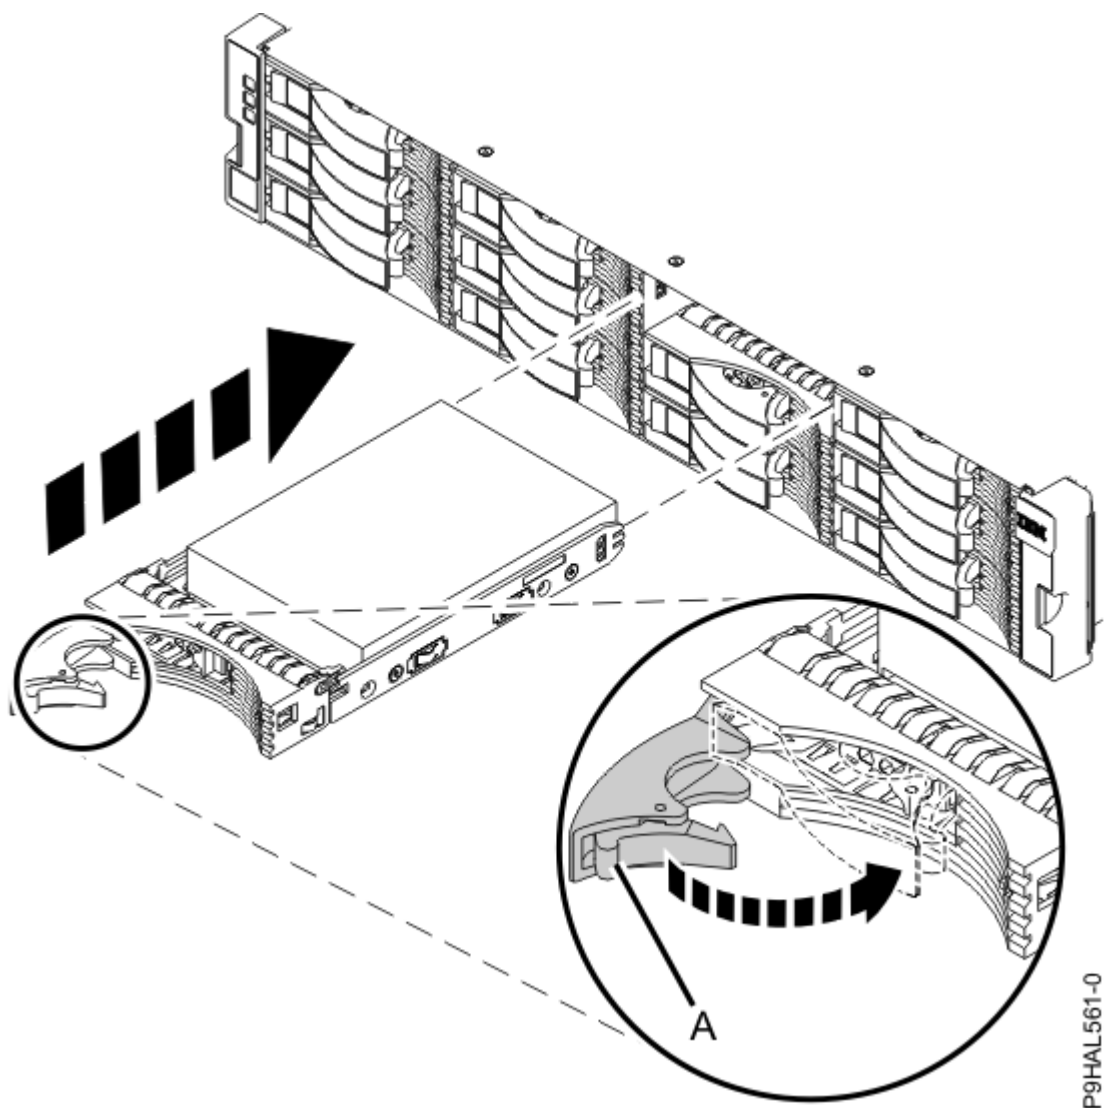
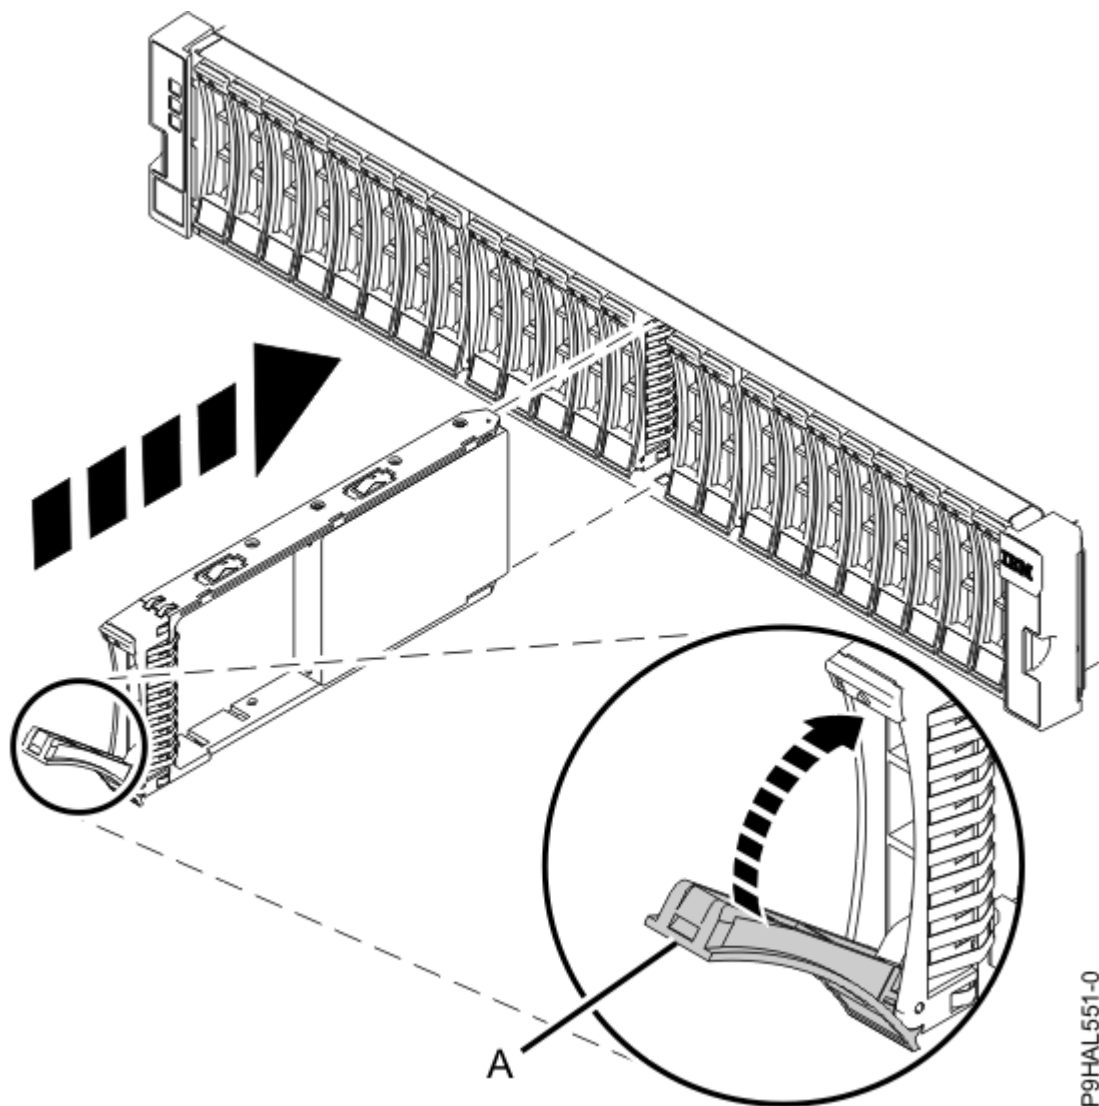

図 10. ESLL ストレージ・エンクロージャーへのドライブの取り付け
図 11. ESLS ストレージ・エンクロージャーへのドライブの取り付け
3. ハンドルがロック解除位置になっている状態で、ドライブの底部を支えながら、ディスク・ドライブをエンクロージャーのガイド・レールに位置合わせします。12 ページの図 10 または 13 ページの図 11 を参照してください。